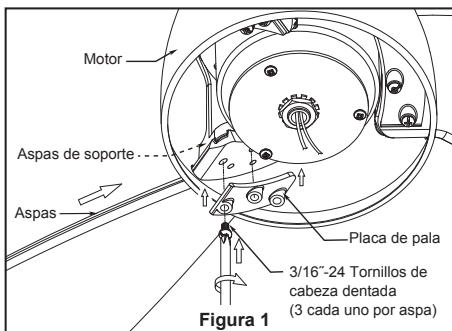

Figura 1
Uso de perfil bajo (Figura 1)
1. Extraiga la pieza de la bola colgante de la unidad de la bola colgante / varilla aflojando el tornillo de presión de la bola colgante hasta que la bola se libere de la varilla. Retire el pasador del barral y luego extraiga la semiesfera. Conserve el pasador y la semiesfera para su reinstalación en el Paso 6. (Figura 1)
1. Coloque las aspas a través de las ranuras en la unidad del motor. Asegúrese de que la aspa esté completamente asentada sobre el soporte del ensamblaje del motor. Coloque la placa de la pala sobre la aspa con los orificios alineados e instale las aspas en las ranuras de soporte usando los tornillos de cabeza serrada, fije los tornillos pero no los fije completamente. (Figura 1)
Para evitar una posible descarga eléctrica, asegúrese de cortar la alimentación eléctrica de la caja de fusibles principal antes de colgar el ventilador. (Figura 1)
1. Para configurar el código de unidad del receptor. Deslice los interruptores de código a las mismas posiciones que en el transmisor. (Figura 1)
1. Instale la cubierta rotando la ranura clave en la cubierta sobre el tornillo de hombro del soporte del gancho, teniendo cuidado de no pillar los cables. Fije el tornillo de hombro. Instale adecuadamente y fije el segundo tornillo de hombro que fue anteriormente guardado. (Figura 1)
1. Extraiga uno de los tres tornillos del soporte ubicado en la parte interior de la unidad del motor. Guárdelos para después y afloje levemente los otros dos tronillos. (Figura 1)
1. **IMPORTANTE:** El uso de un regulador de la intensidad completa (no incluido) para controlar la velocidad del ventilador dañará el dispositivo. Para reducir el riesgo de incendio o descarga eléctrica, no utilice dicho regulador para controlar la velocidad del ventilador. (Figura 1)